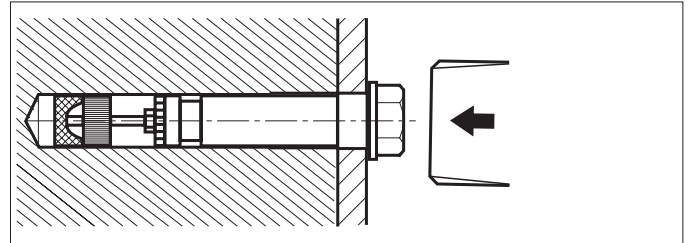

Bild 4
- ⇒ Beide Segmentanker mit leichten Hammerschlägen eintreiben (Bild 4).